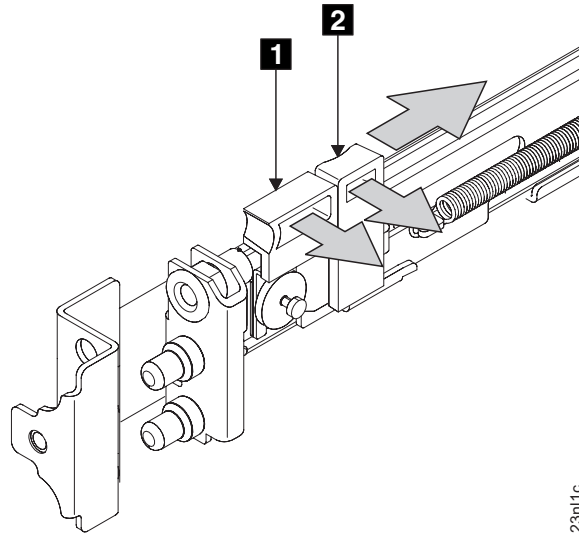

図 92. 前部ラッチ・ロック・キャリア・アセンブリーを開く
3. ラッチ・レバー **1** をレールの終端の方向に動かしながら、ラッチ・ロック **2** をレールから離れる方向に静かに押します (141 ページの図 92 を参照)。ラッチ・ロック・キャリア・アセンブリーが、ばねの強度でスライドします。